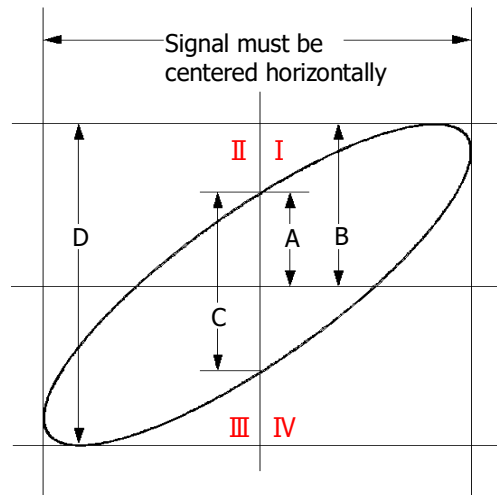

Figure 4-1 リサージュ図
4. 上図の測定結果を確認します。Figure 4-1 のリサージュ図に従うと、 $A/B=1$ 、 $C/D=1$  です。したがって位相差は  $\theta = \pm \arcsin 1 = 90^\circ$  になります。